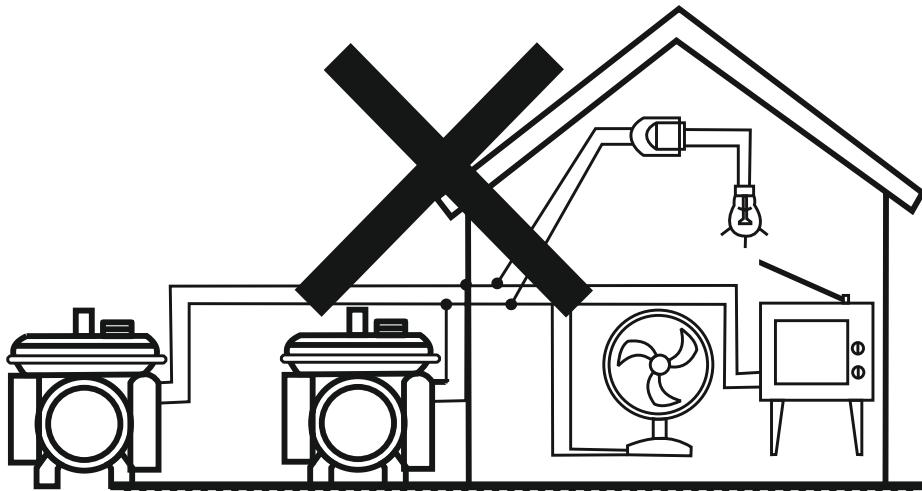

Рисунок 12 — Запрещено объединять два (и более) генератора в единую электрическую цепь!
- **ВНИМАНИЕ!** Запрещается соединять два и более генератора в единую электрическую цепь (см. рис. 12). Это может привести к выходу генераторов из строя. Если электрической мощности данного генератора недостаточно, то необходимо использовать генератор с более высокой электрической мощностью.